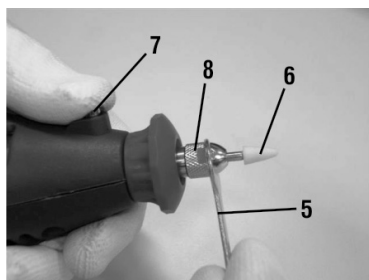

Fig. 3 – Fixação dos acessórios
1. Segure a trava do eixo (7), com a chave de boca (5) solte a porca de fixação (8);
2. Insira a haste do acessório (6) na pinça (1);
3. Enquanto segura a trava do eixo (7) com a chave de boca (5), parafuse a porca de fixação (8), fig.3;